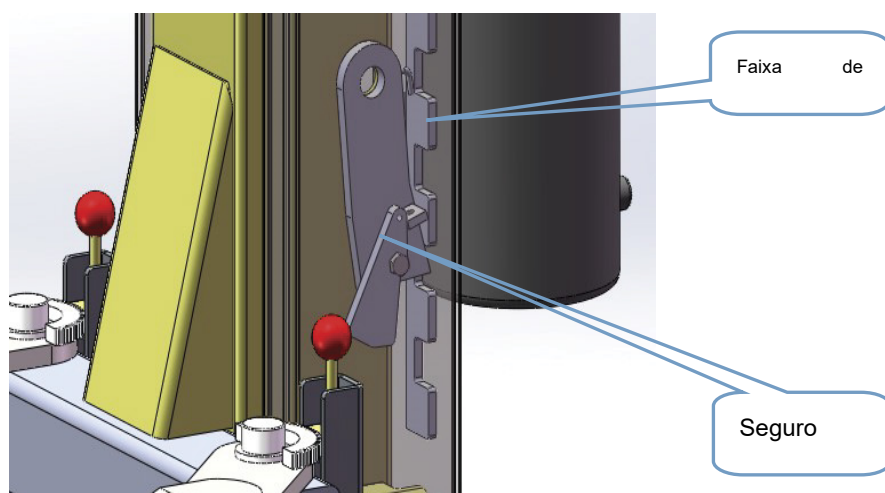

Fig 12
2. Verifique se os bloqueios mecânicos podem ser bem engatados ou liberados no teste. Ajuste apertando o parafuso sextavado, conforme mostrado no desenho a seguir, caso as travas não funcionem bem. (Aperte no sentido horário caso a trava não possa se soltar e aperte no sentido anti-horário caso a trava não possa ser engatada.) **(Fig 12)**